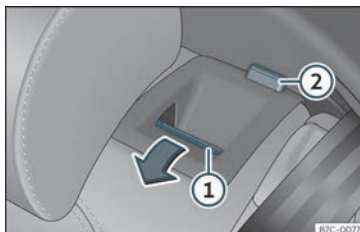

Fig. 111 Banco traseiro: rebater o encosto.
- Pressione o botão de desbloqueio >>> Fig. 111 ① para a frente e, ao mesmo tempo, rebata o encosto. O encosto traseiro está desbloqueado quando se vê uma marca vermelha no botão ②.
O encosto traseiro está desbloqueado quando se vê uma marca vermelha no botão >>> **Fig. 111** ②.